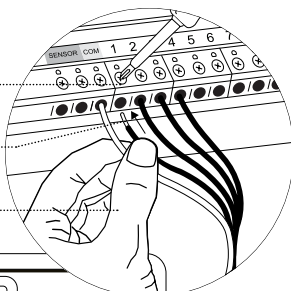

Figura 4
Tome el conductor del regador, pele 6 mm (1/4") del aislamiento de plástico de los extremos de cada conductor individual. Conecte el conductor del regador común (generalmente blanco) al terminal marcado como COM. Luego conecte los conductores restantes a un terminal que se encuentra separado. Consulte la figura 4.
**Importante:** Para evitar peligros eléctricos y daños en el temporizador, se debe conectar sólo una válvula a cada estación. Consulte la figura 4.